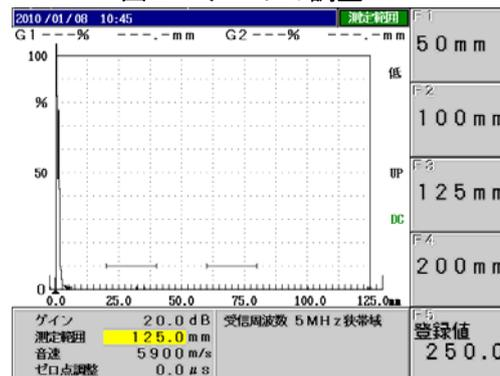
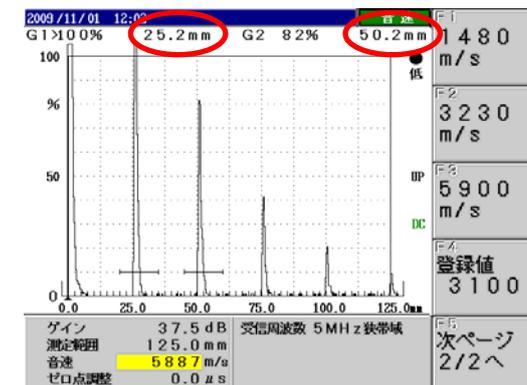

図3 測定範囲の画面
図4 測定範囲の調整
- ① **7** PRS キーを押すと図3が表示される。**F3** キーを押し、測定範囲を125mmにする。
- ②次に、ゲート1をB₁エコーに、ゲート2をB₂エコーにかかると移動させる。
- ③B₂エコー高さを80%として、**8** TUV キーを押し、5900m/sの横の **F3** キーを押し、次に **↑** **↓** キーを押し、B₁とB₂のビーム路程差が25.0mmになるように調整する。（図4参照）